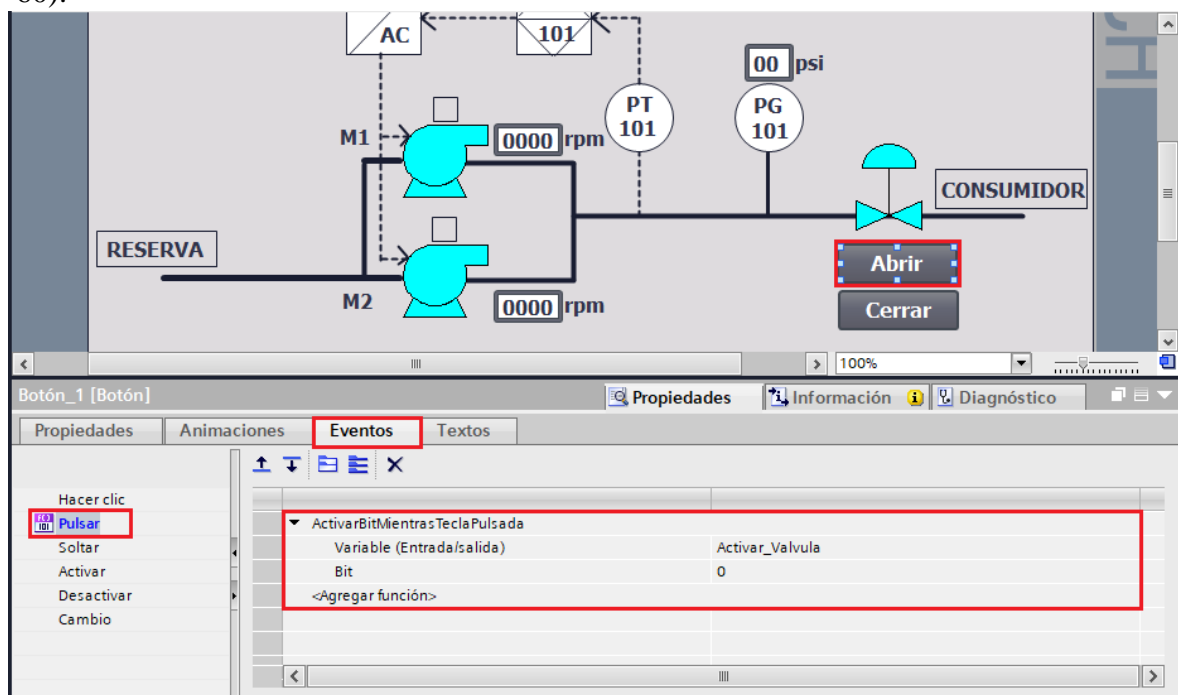

Figura 60. Configuración botón “Abrir”.
- En “Variable (Entrada/salida)” seleccionar la variable del PLC_1 “Activar_Valvula” (ver Figura 60).